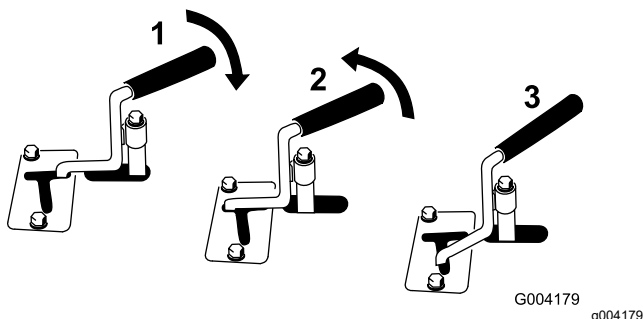

Figure 12
- Pour utiliser un accessoire hydraulique en avant, tournez le levier de commande en arrière et abaissez-le jusqu'à la barre de référence (Figure 12, repère 1).
- Pour utiliser l'accessoire hydraulique en arrière, tournez le levier de commande hydraulique auxiliaire en arrière, puis poussez-le vers la gauche dans le cran supérieur (Figure 12, repère 2).
Remarque: Si vous relâchez le levier alors qu'il est en position de fonctionnement AVANT, il revient automatiquement en position POINT MORT (Figure 12, repère 3). S'il est en position de fonctionnement ARRIÈRE, il reste dans cette position jusqu'à sa sortie du cran.